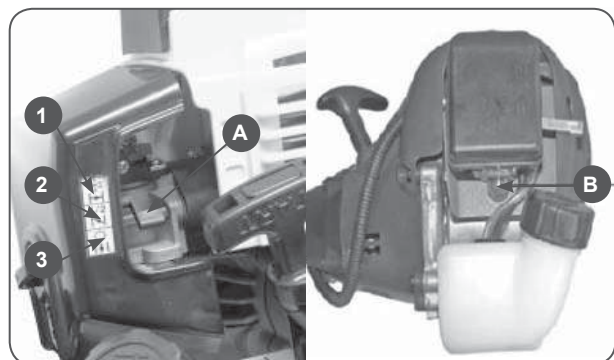

Рис.9
Установите рычаг воздушной заслонки (A) в положение(1) Рис.9. Нажмите на праймер (B) 8-10 раз до появления в нем топлива.
После первой вспышки переведите рычаг воздушной заслонки в среднее положении(2) Рис.9 и произведите резкий рывок за ручку стартера 2-3 раза. Двигатель должен запуститься.
После запуска отпустите стопорный рычаг и курок газа и прогрейте двигатель в течение 30 секунд (рычаг воздушной заслонки находится в положении 2), затем переведите рычаг заслонки в положение(1) Рис.9.
Заслонку при запуске установите в положение(3) Рис.9.